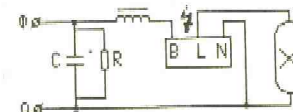

Рис.3
- 5.1. Для подключения светильника к сети необходимо открыть два замка, поднять корпус. Сетевые провода или кабель подключить к зажимам или к клеммной колодке согласно схеме включения (рис.3), а заземляющего провода - к защитному зажиму на панели, подключив одновременно заземляющий провод внутреннего монтажа.